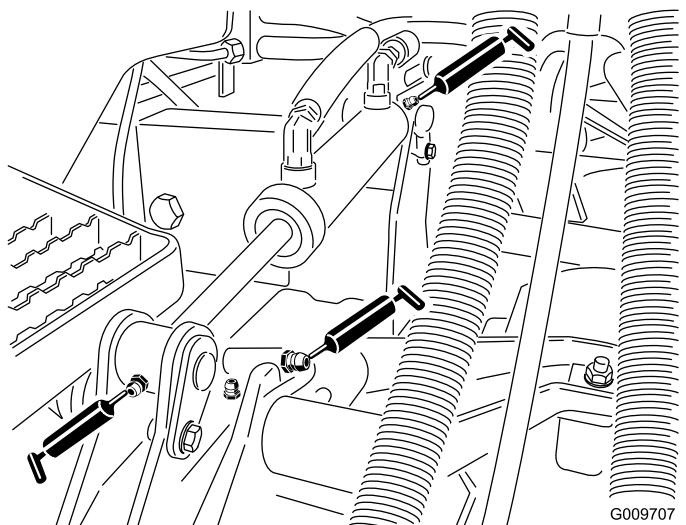

図 36
- 図 36に示す、昇降アームのブッシュデッキ 1 台に 1 ヶ所
- 図 36に示す、昇降シリンダのブッシュデッキ 台に 2 ヶ所